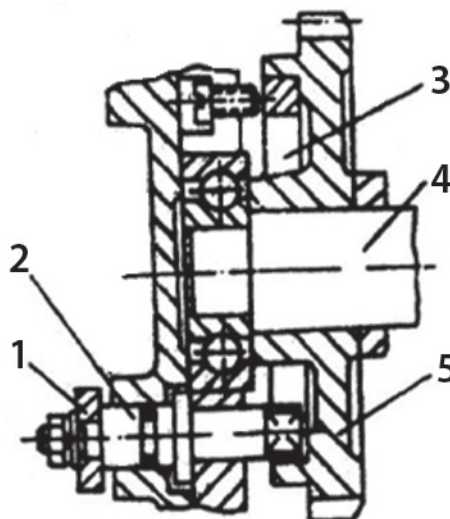

Рис. 7.
Используется тормоз кольцевой формы с внутренними колодками. Его конструкция показана на Рис. 7. Когда рукоятка тормоза/сцепления находится в положении «торможение», тяговый стержень (1) заставляет проворачиваться тормозную тягу (2), а плоская головка на конце оси тормозной тяги (2) разжимает кольцевую муфту тормоза (3), вызывая трение кольца о внутреннюю поверхность вращающегося колеса (5), благодаря чему и достигается эффект торможения.
- b. По мере износа фрикционного диска зазор между выжимным подшипником и расцепляющим рычагом может увеличиваться. В этом случае потребуется переместить рукоятку тормоза/сцепления в положение «включено». Если зазор между выжимным подшипником и расцепляющим рычагом увеличился, необходимо отрегулировать положение шестигранной гайки на винтовом штоке таким образом, чтобы зазор не превышал диапазон от 0,3 до 0,5 мм (Рис. 7). Зазор между головками трёх расцепляющих рычагов и выжимным подшипником должен быть одинаковым. Величину зазора можно измерять с помощью щупа, используемого для регулировки впускного и выпускного клапанов двигателя. После завершения процедуры регулировки, затяните стопорную гайку.